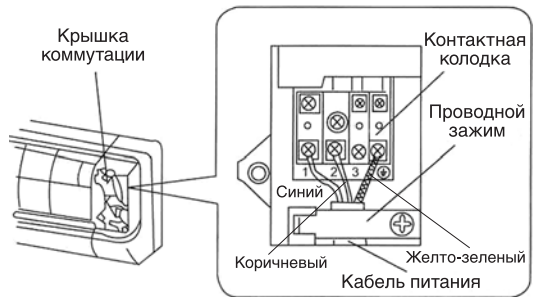

Рис. 3
4. Подключите синий провод кабеля питания к клемме "N(1)", коричневый - к клемме "2" и желто-зеленый (провод заземления) - к клемме \oplus , как показано на рис. 3.